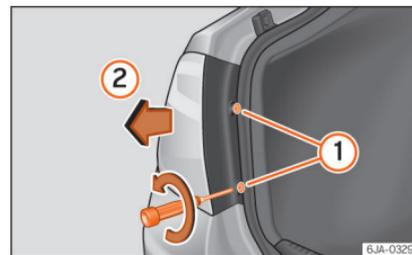

Abb. 98 Ausbau der Heckleuchte im Seitenteil
- Lösen und entfernen Sie mit einem Einsteck-Schraubendreher oder einem T20 Torx-Schlüssel (gegen den Uhrzeigersinn drehen) die beiden Befestigungsschrauben im vorderen Bereich der Leuchte » **Abb. 98 »**
- Ziehe Sie die Heckleuchteinheit nach hinten (»» Abb. 98 2) bis die Heckleuchte sich aus der Aufnahme gelöst hat.